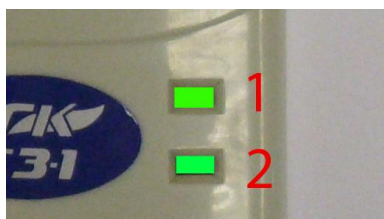

Рисунок 23. Индикаторы сигнализатора СЗ-1.
11.2. При подаче напряжения питания (подключении сигнализатора загазованности к бытовой сети) индикаторы 1 и 2 загораются зеленым светом на 1 секунду (рис. 23). При этом раздается звуковой сигнал.